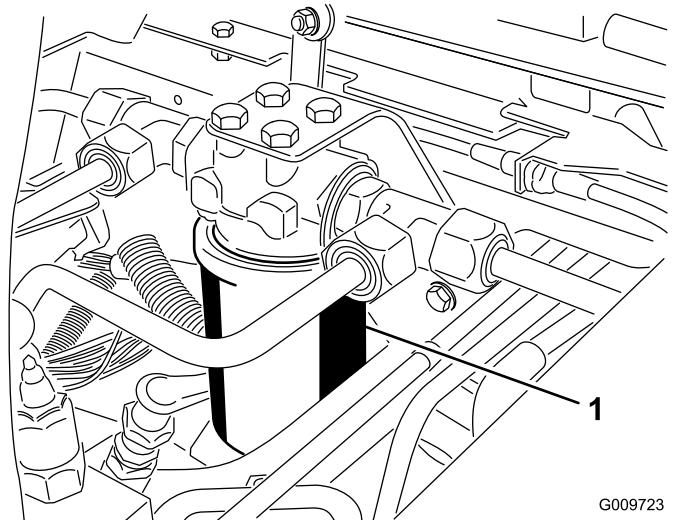
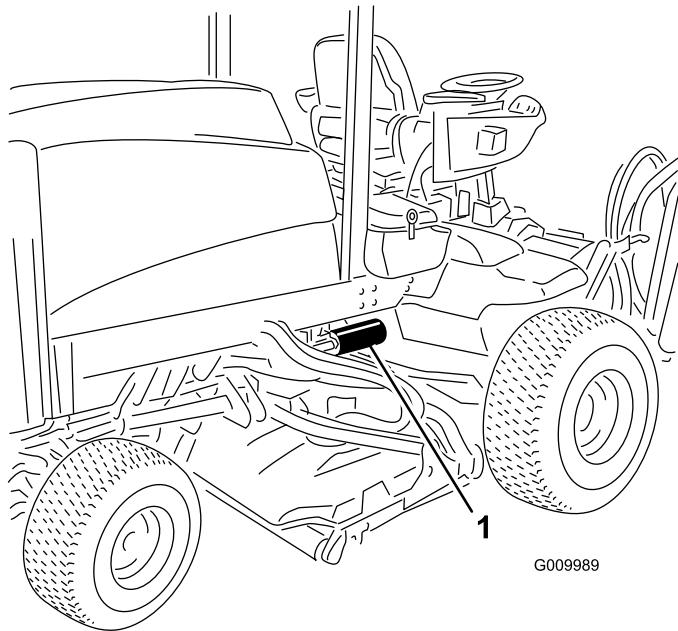

Bild 49
Bild 50
2. Reinigen Sie den Anbaubereich des Filters. Stellen Sie ein Auffanggefäß unter den Filter (Bild 49 und Bild 50) und entfernen diesen.